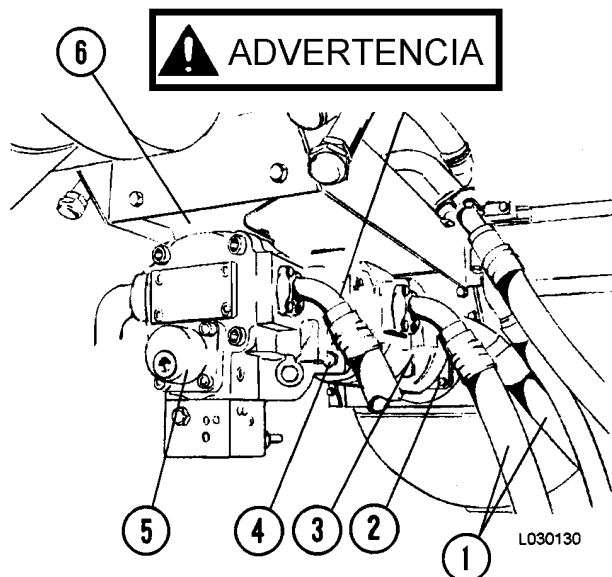

FIGURA 3-2. BOMBAS HIDRAULICAS
5. Suelte los pernos que aseguran las mangueras de entrada y salida (1, Figura 3-2) en la bomba de elevación y deje que drene el aceite. Retire las mangueras de entrada y salida. Tape o cubra todas las líneas y las entradas y salidas de la bomba para evitar que se contaminen.
8. Saque los cuatro pernos (2, Figura 3-2) que aseguran la bomba de elevación a la abrazadera de soporte delantera. Saque los seis pernos que sujetan la abrazadera de soporte (6) al soporte del módulo de la bomba. Saque la abrazadera de soporte.
3. Lubrique el eje estriado de la bomba de la dirección y alinee con el acoplamiento (9). Instale la bomba de elevación a la bomba de la dirección y monte los pernos (10) con golillas endurecidas y apriete con torque estándar. Suba las bombas a su posición.
6. Apriete los pernos de la abrazadera de soporte de la bomba de dirección (7, Figura 3-2) con torque estándar.